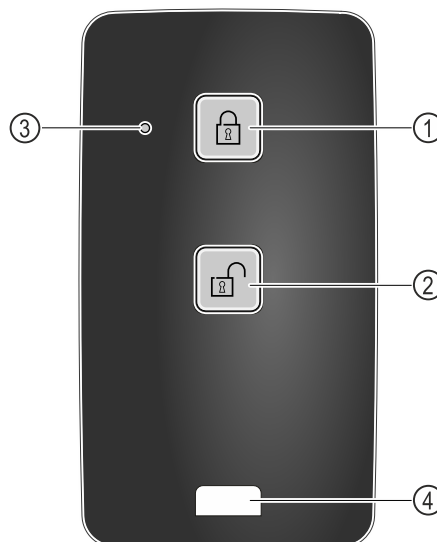

Fig. 147
- (1) Zamknutie zámku
- (2) Odomknutie zámku
- (3) LED stavu
- (4) Upevňovacie oko
- Stlačte tlačidlo Fig. 147 (1) na diaľkovom ovládaní.
- Stlačte tlačidlo Fig. 147 (2) na diaľkovom ovládaní.
- LED stavu Fig. 147 (3) vydá po stlačení tlačidla optickú odozvu.
- Oko Fig. 147 (4) na upevnenie diaľkového ovládania, napríklad na zväzku kľúčov.